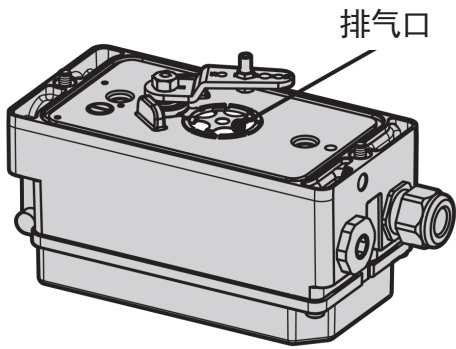

图5-1: 排气口
- ➔ 现场安装设备时, 请勿密封或限制排气口 (参见图图 5-1)。